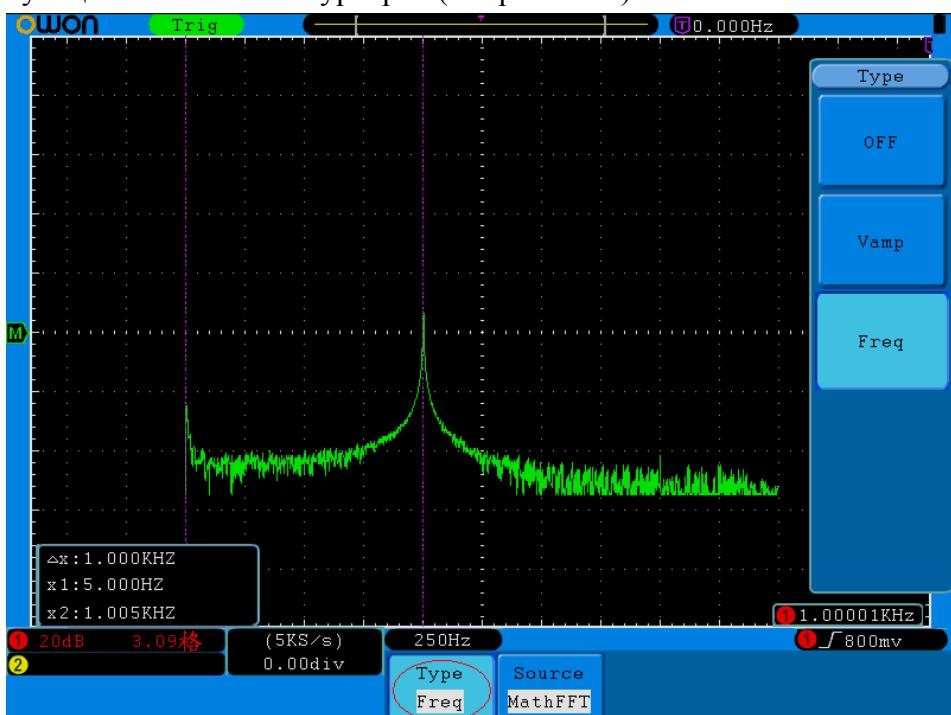

Рисунок 5-66 Использование курсоров для измерения частоты в режиме БПФ
- Переместите курсоры 1 и 2 в нужное положение в соответствии с формой сигнала с помощью регуляторов **VERTICAL POSITION**; в окне слева внизу экрана будут отображаться разность значений для курсоров 1 и 2, а также значения частоты, соответствующие положениям курсоров (см. рис. 5-66).